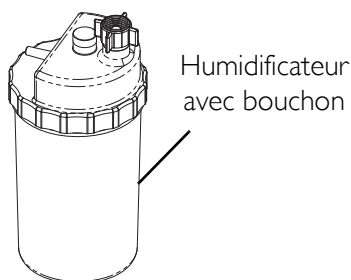
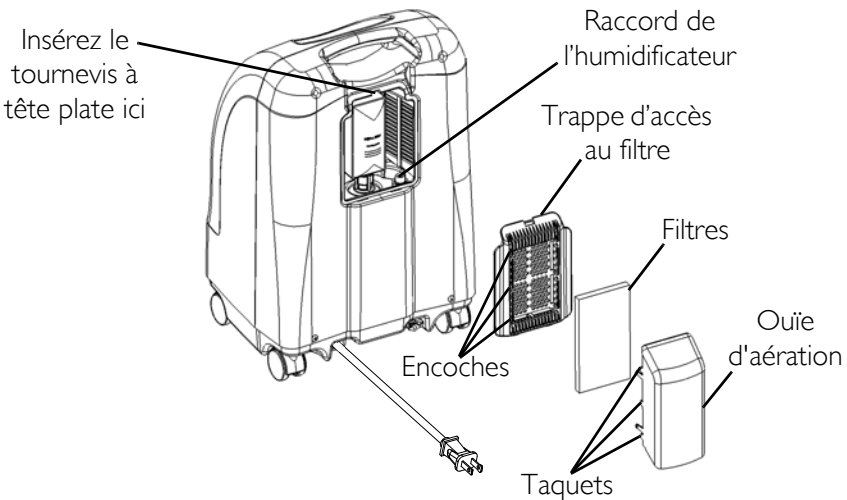
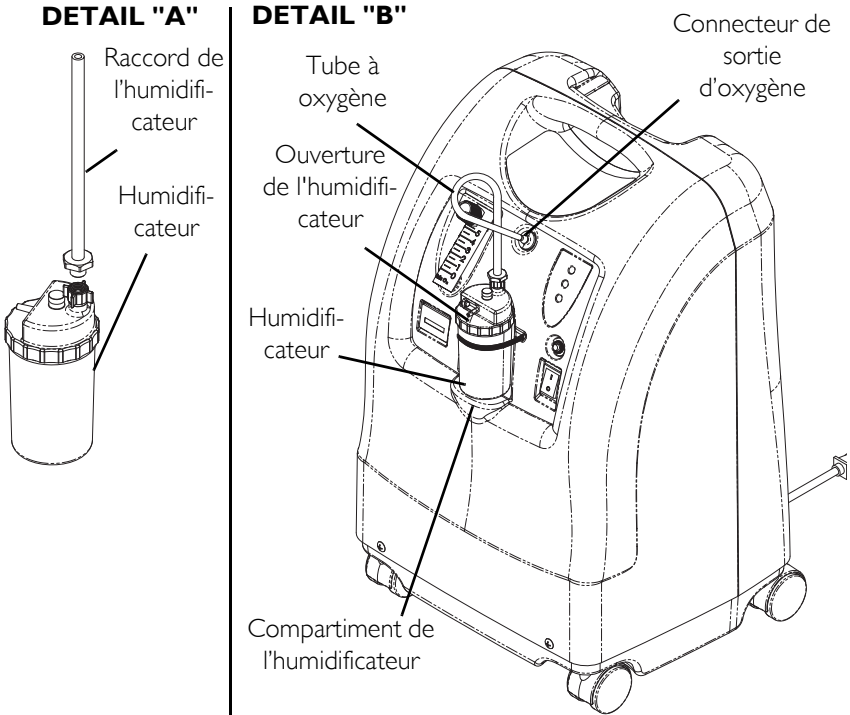

FIGURE 6.1 Remplissage de l'humidificateur
FIGURE 6.2 Adaptateur de l'humidificateur
FIGURE 6.3 Compartiment de l'humidificateur
REMARQUE : Pour cette procédure, se reporter à FIGURE 6.1, FIGURE 6.2 en page 50, FIGURE 6.3 en page 51.
3. Insérer un tournevis à tête plate dans la rainure plaque sur le bord supérieur de la trappe d'accès et soulever délicatement la porte d'accès du filtre pour ouvrir la trappe (FIGURE 6.2).
4. Retirer le raccord de l'humidificateur (FIGURE 6.2).
6. Fixez le raccord de l'humidificateur sur l'humidificateur en tournant la vis à oreilles de l'humidificateur dans le sens des aiguilles d'une montre jusqu'à ce qu'il soit bien fixé. Voir Détail "A" dans FIGURE 6.3.
7. Placer l'humidificateur sur le compartiment humidificateur du concentrateur. Voir Détail "B" dans FIGURE 6.3.
8. Fixer le tube à oxygène à l'humidificateur ou sur l'embout de sortie de l'oxygène sur le concentrateur. Voir Détail "B" dans FIGURE 6.3.
9. Fixer la canule / le tube d'alimentation du patient à la sortie de l'humidificateur. Voir Détail "B" dans FIGURE 6.3.